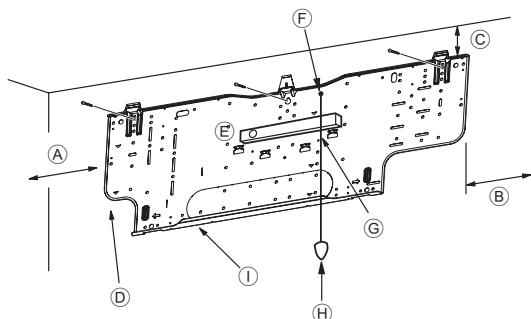
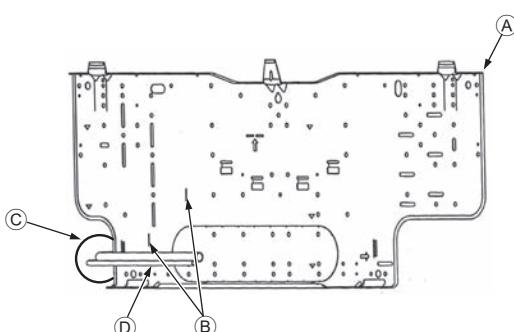

Fig. 3-4
Fig. 3-5
■ PKFY-P-VHM-E (Fig. 3-4)
- Ⓘ Ophangplaat ①
3.3. Bij het inbrengen van de pijpen in de muur (Fig. 3-5)
- Ⓐ Ophangplaat ①